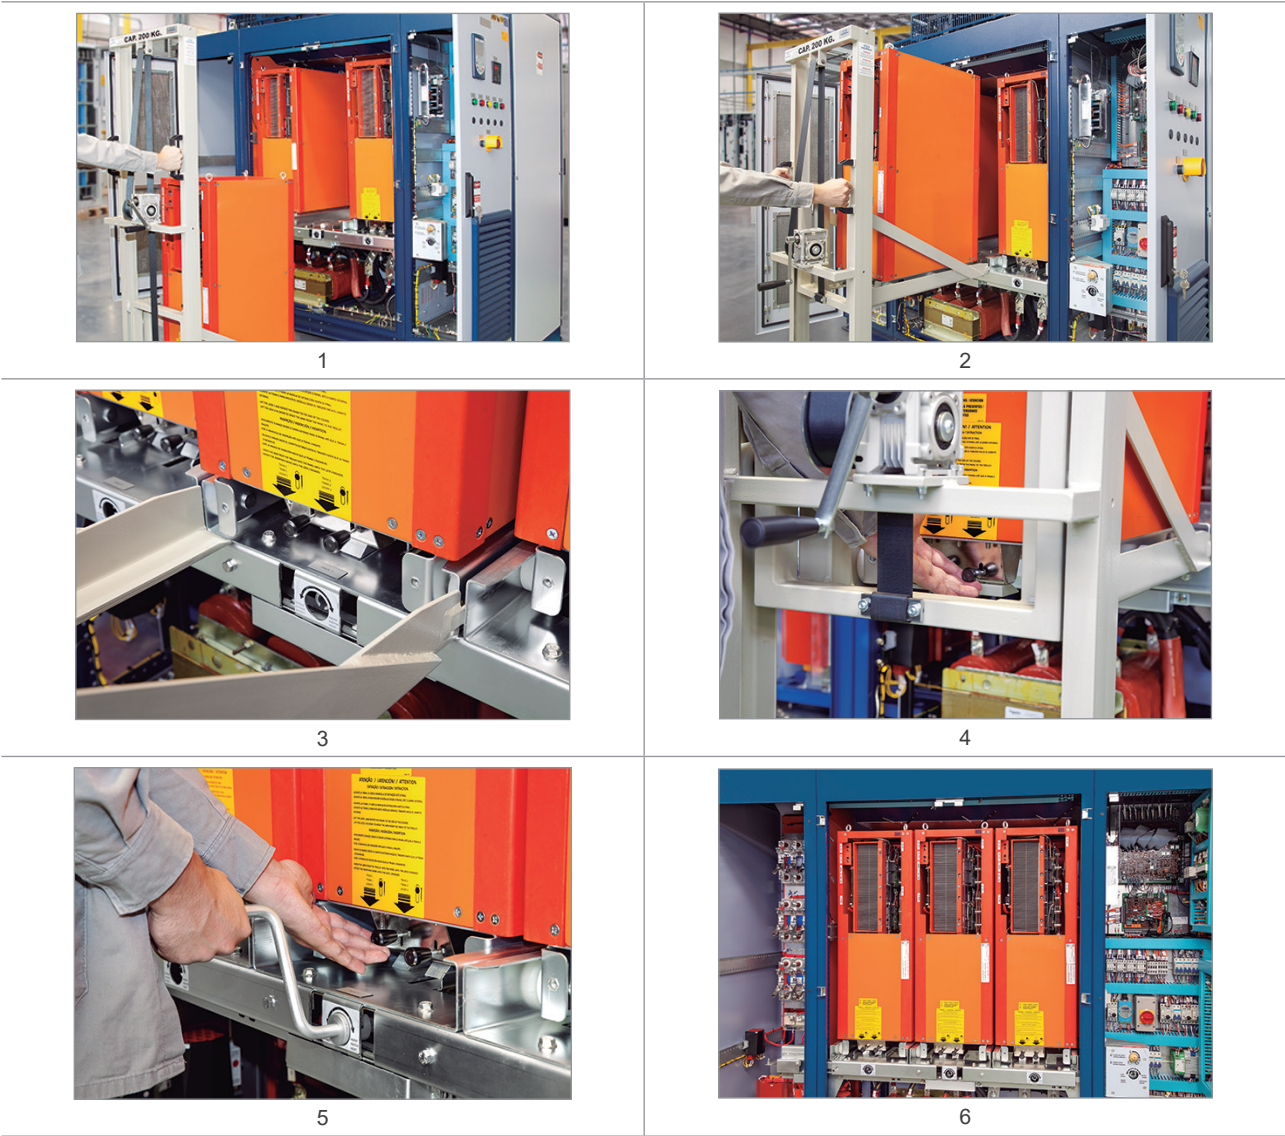

Рисунок 10.7: Детали этапов установки манипулятора
Во время транспортировки силовых рычагов они должны иметь активный механизм блокировки и транспортироваться рядом с дверью (Рисунок 10.7 на странице 10-8 - рисунок 1).
3. Подведите транспортную тележку к панели, подняв силовой рычаг на необходимую высоту, и вставьте выступы тележки в положение, показанное на (Рисунок 10.7 на странице 10-8 - рисунки 1, 2 и 3).
5. Отпустите замок, крепящий кронштейн к тележке (Рисунок 10.7 на странице 10-8 - рисунок 4) и толкните его, следя за тем, чтобы колеса совпадали с основанием на панели.
6. Кронштейн должен быть вставлен вручную, пока не сработает система блокировки (стопорный штифт) (Рисунок 10.7 на странице 10-8 - рисунок 5).
7. Последний этап вставки осуществляется с помощью рукоятки, продолжая вставку до момента зацепления второго стопорного штифта (Рисунок 10.7 на странице 10-8 - рисунки 5 и 6).